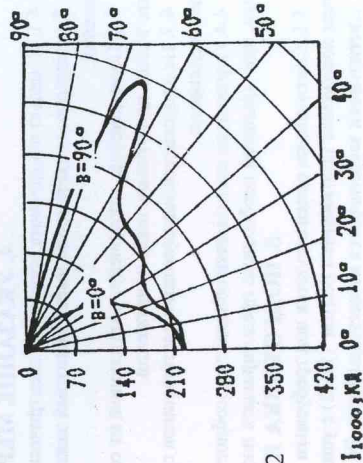

Рис.2
2.1. Распределение силы света светильников показано на рис.2. Тип кривой силы света в горизон-